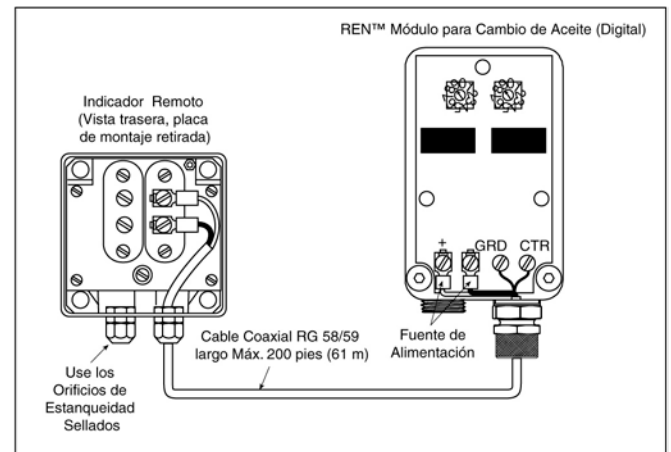

Figura 3 – Conexión Típica para un Indicador Remoto Simple
Paso 6 – Para conexión al Módulo, la malla del cable es conectada según enseñado en la Figura 3 y no deberá ser aterrada a la maquinaria en más de un punto, (múltiples tierras pueden producir fuertes señales de hasta 30 V positivos o negativos, sin embargo la aplicación de esos voltajes por más de algunos minutos puede dañar la batería interna).